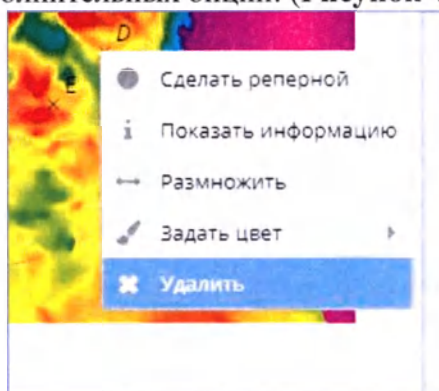

Рисунок 40. Дополнительные функции элемента «Точка»
- При наведении курсора на установленный элемент «точка» и нажатии правой кнопки мыши на экран выводится ряд дополнительных опций: (**Рисунок 40**).